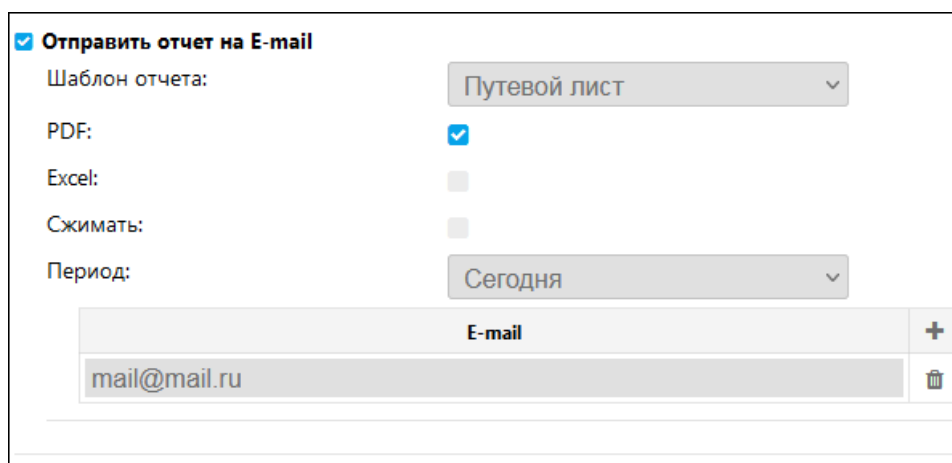

Рис. 6.2.20. Настройка действия Отправить отчет на E-mail.
- ✓ **Отправить отчет на E-mail** при выполнении условий уведомления на указанный адрес или несколько адресов поступит отчет. Выберите **Шаблон отчета** и отчетный **Период**, из выпадающего списка. Отметьте желаемый формат флажком . Для добавления адреса нажмите кнопку **Добавить e-mail** +. Чтобы удалить адрес из перечня нажмите кнопку **Удалить e-mail** (рис. 6.2.20).